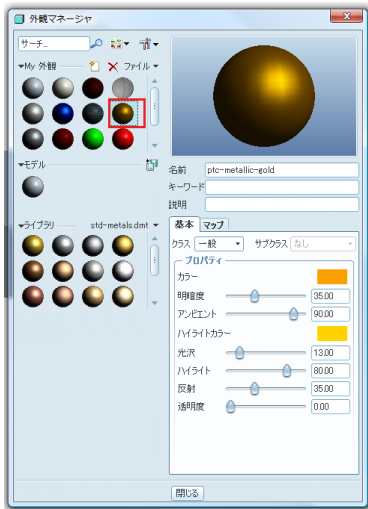

図 4-95 外観マネージャー
- ので、一番下側の「**外観マネージャー**」をクリックして図 4-95 の外観マネージャーを表示する。